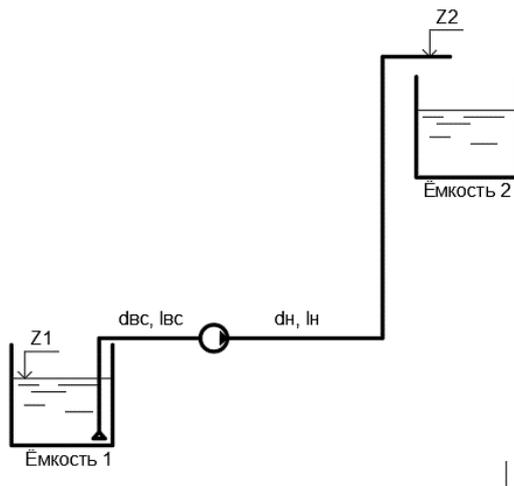

Рис. 1. Общая схема подачи воды
**Постановка задачи.** Вода забирается насосом из ёмкости с постоянным уровнем 1 и подаётся в ёмкость 2 в количестве  $q=105$  л/с согласно приведённой на рис. 1 схеме.